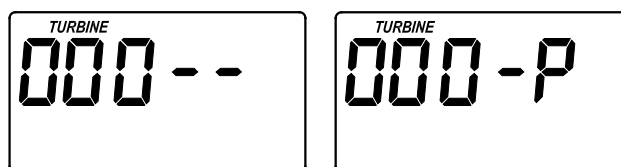

Рис. 27
1. Нажмите и удерживайте 3 секунды кнопку выбора SELECT, пока на дисплее не появится одно из изображений, показанных на рис. 27. Если управляющий клапан в положении РАБОТА (S), ОБРАТНАЯ ПРОМЫВКА (BW) или АСПИРАЦИЯ (A) (смотрите метки на кулачке), то дисплей должен показывать «000- -», что означает, что микровыключатель в открытой позиции. Когда клапан переключается, то дисплей должен показывать «000-P», что означает, что микровыключатель в закрытой позиции.